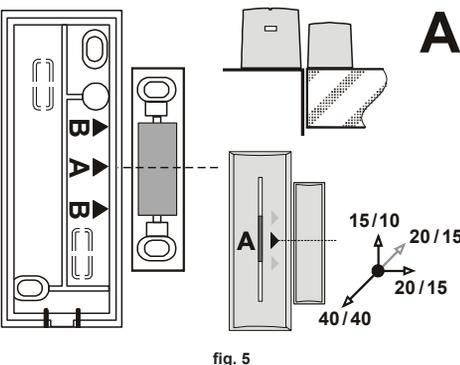
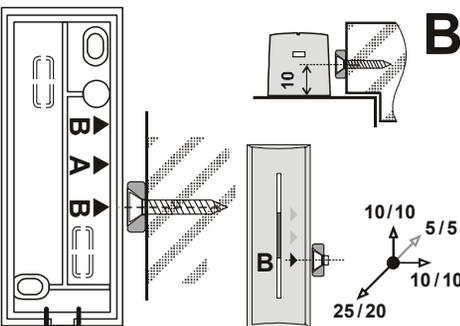

fig. 5
fig. 6
3. Přišroubujte magnet na pohyblivou část dveří (okna). Magnet v plastovém pouzdře umístíte středem pouzdra proti šipce A, prstencový magnet musí být proti šipce B. Vzdálenost magnetu od vysílací části má být při zavřených dveřích co nejmenší. Vzdálenost pro aktivaci při oddálení magnetu ve všech osách a pro nemagnetický / magnetický montážní podklad jsou uvedeny v obrázku fig. 5 a fig. 6. Pozn. Pro výškové nastavení A magnetu použijte dodanou podložku.
Typická rozpiňací/spínací vzdálenost fig. 5 a fig. 6
3. Attach the magnet to the moving part of the window. The standard magnet in a plastic housing opposite the A arrow and the whorl shape magnet against the B arrow. Its distance from the detector should be as small as possible when the door/window is closed. In the picture fig. 5 and fig. 6 are shown the reaction areas for magnets in millimeters in three axes of movement and on the non-magnetic / magnetic surface. Note: Use the supplied plastic part to compensate the possible height difference for magnet A.
Typical sensitivity range: see fig. 5 and fig. 6
3. Schrauben sie den Magnet an den beweglichen Teil der Türen (Fenster). Den Magnet im Kunststoffgehäuse platzieren sie mit der Mitte des Kunststoffgehäuses gegenüber dem Pfeil A, der Ringmagnet muss gegenüber dem Pfeil B sein. Die Entfernung des Magneten vom Sendeteil soll bei geschlossener Tür so gering wie möglich sein. Die Entfernung für die Aktivierung bei der Entfernung des Magneten in allen Achsen und für den unmagnetischen / magnetischen Montageuntergrund ist im Bild fig. 5 und fig. 6 angegeben. *Anm. Für die Höheneinstellung des A Magneten benutzen sie die gelieferten Unterlagen.*